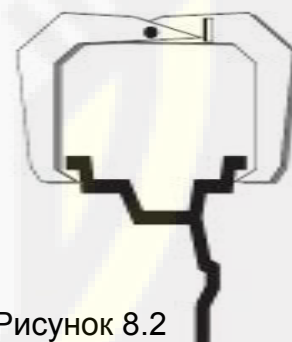

Рисунок 8.2
8.2.3 Ширина обода обычно отмечена на его маркировке. При отсутствии маркировки или невозможности ее прочтения ширину следует измерить специальным инструментом – кронциркулем (см. рис. 8.2). Ширина обода отображается на индикаторах 14 (см. рис. 2). Если считанная с обода или измеренная ширина отличается от показаний на индикаторах 14, то кнопками «-» и «+» установить на индикаторах 14 требуемое значение ширины.